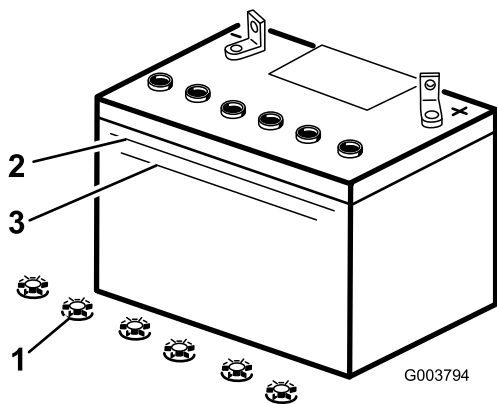

Figura 41
2. Osservate il fianco della batteria. L'elettrolito deve raggiungere la linea superiore (Figura 41). Non lasciate scendere l'elettrolito sotto la linea inferiore (Figura 41).
5. Togliete i tappi di rifornimento dalla batteria (Figura 41).
6. Aggiungete lentamente acqua distillata in ogni elemento della batteria finché l'elettrolito non raggiunge la linea superiore (Figura 41) sulla scatola della batteria.
7. Attendete 5 o 10 minuti dopo avere riempito gli elementi della batteria. All'occorrenza, aggiungete acqua distillata finché l'elettrolito non raggiunge la linea superiore (Figura 41) sulla scatola della batteria.